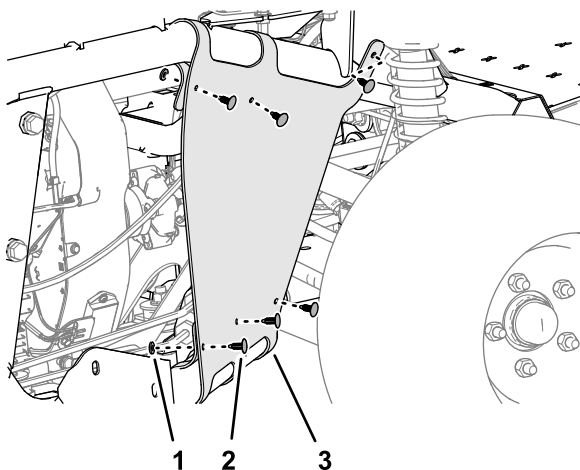

Figura 43
6. Retire las 6 grapas y las 5 arandelas (9/16" x 1/2") que sujetan el panel interior del guardabarros a los tubos superior derecho e inferior derecho del bastidor (Figura 43).
7. Retire el panel interior del guardabarros de la máquina (Figura 43).